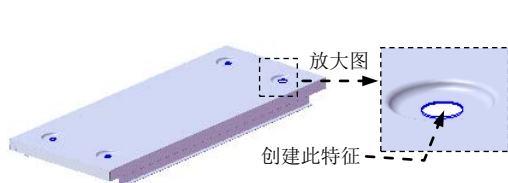
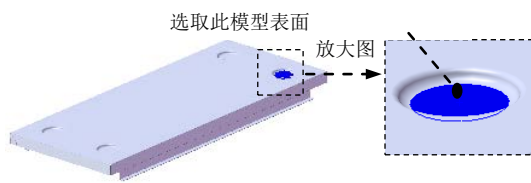
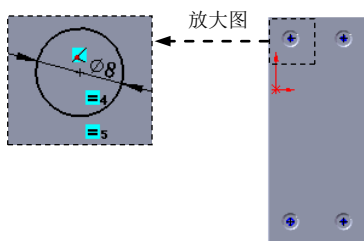

图 17.9.46 创建切除—拉伸 1
图 17.9.47 定义草图平面
图 17.9.48 横断面草图
Step21. 创建图 17.9.46 所示的切除一拉伸 1。选择下拉菜单 插入(I)  切除(C)   拉伸(E)... 命令; 选取图 17.9.47 所示的表面为草图平面, 绘制图 17.9.48 所示的横断面草图; 采用系统默认的切除深度方向; 在 方向 1 区域的下拉列表中选择 完全贯穿 选项。单击 按钮, 完成切除一拉伸 1 的创建。